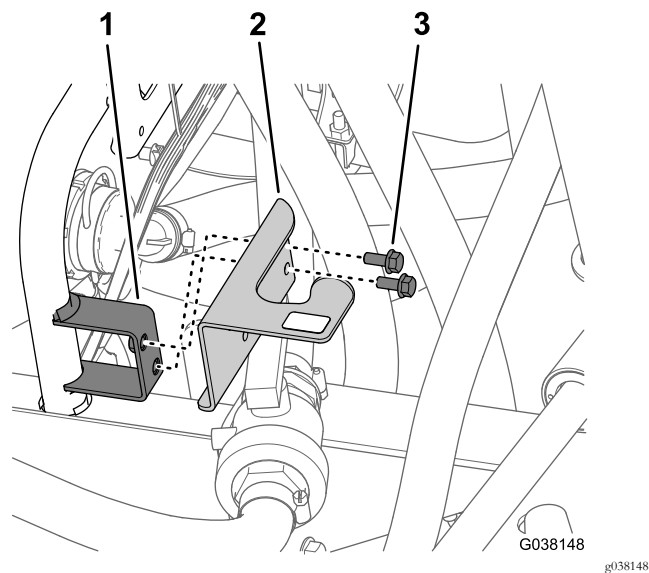

图22
2. 卸下将节流阀支架固定至节流阀安装座上的 2 个凸缘头螺栓 5/16 x 3/4 英寸然后卸下支架 图22。